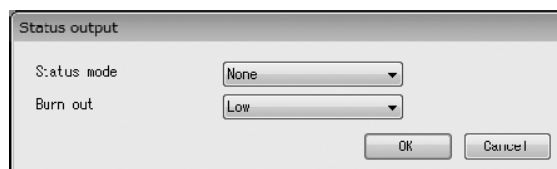

図3-39
- ① メニューの「Setup (S)」をクリックし、「Outputs」のドロップダウンリストの中から、「Status output」を選び再度クリックします。
- ② 次のウィンドウ (図3-39) が表示されます。ここではステータス出力の機能を設定します。